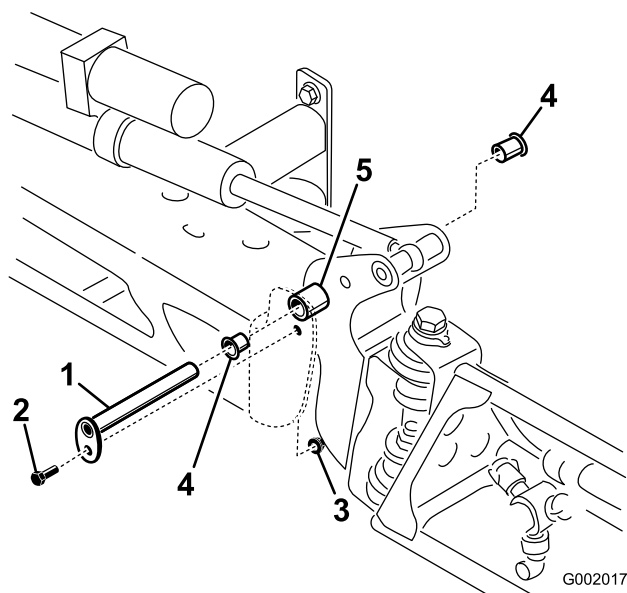

Figure 21
- Lorsque le poids de la rampe est supporté, retirez le boulon et l'écrou qui fixent l'axe de pivot à l'ensemble rampes (Figure 21).
- Déposez et examinez les bagues en nylon à l'avant et à l'arrière du support de pivot (Figure 21).
- Montez l'ensemble rampe et support de pivot dans le bâti central en alignant les ouvertures (Figure 21).